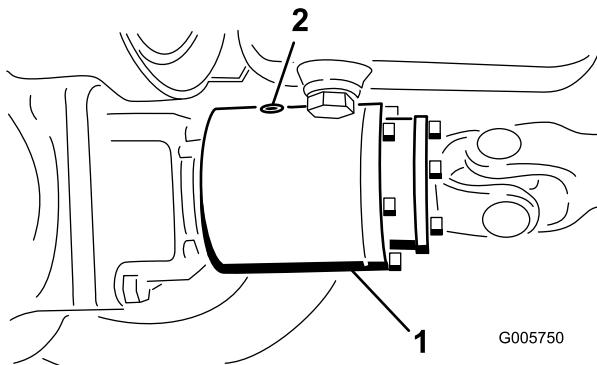

Bild 56
3. Drehen Sie die Kupplung, sodass die Prüfschraube nach unten gerichtet ist (Bild 56).